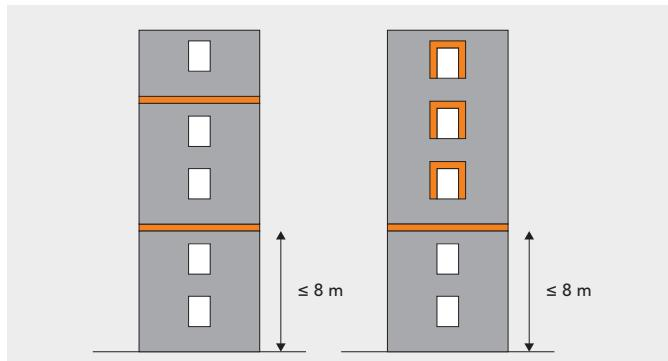

Figure 1
- Équipées d'écran coupe-feu qui interrompent complètement le matériau isolant et la cavité d'air (voir figure 1). Toutefois, un certain nombre d'ouvertures de ventilation peuvent être prévues, avec un maximum de 100 cm² par mètre courant. Cela signifie qu'un espace de 10 mm peut être laissé entre l'écran coupe-feu et le revêtement de façade ou la maçonnerie.